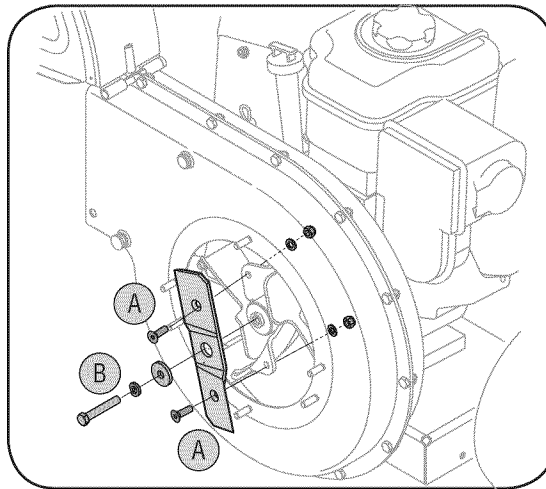

Figura 5-4
b. Saque el perno hexagonal, la arandela de seguridad y la arandela plana para liberar totalmente la cuchilla de la trituradora. Vea la Figura 5-4.